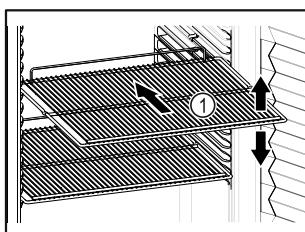

Fig. 59 Ilustratīvs attēlojums
- Ja novietošanas režīgi Fig. 59 (1) ir novirzāmi, pielāgojiet tos pēc augstuma.